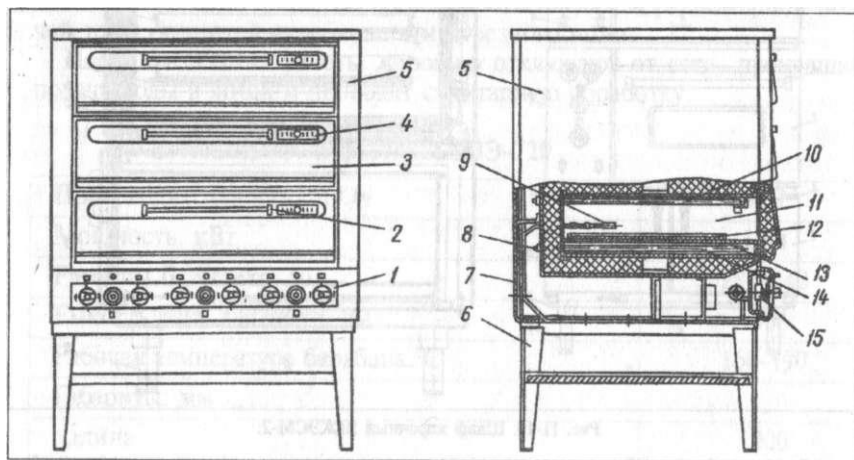

Рис. 11-11. Шкаф пекарный ШПЭСМ-3:
**Шкаф пекарский электрический секционно-модулированный ШПЭСМ-3 (рис. 11-11).** Может устанавливаться на предприятиях общественного питания или в составе технологических линий. Шкаф предназначен для выпечки только кондитерских и мелких хлебобу-